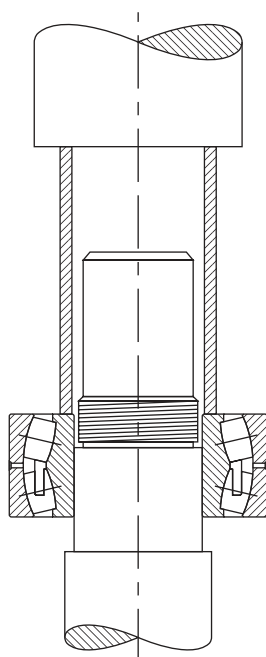

Abb. 17. Dornpressmethode
- Eine alternative Montagemethode, die normalerweise nur für kleinere Wälzlager verwendet wird, besteht darin, das Pendelrollenlager auf die Welle auf- bzw. in das Gehäuse einzupressen. Hierfür können eine Dornpresse und ein Montagerohr verwendet werden (vgl. Abb. 17).